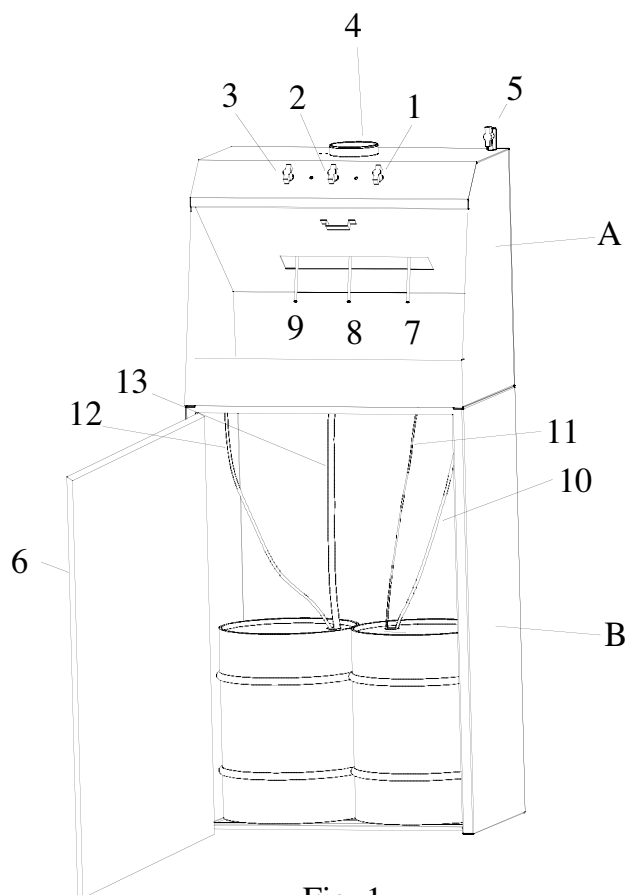

Fig. 1
E' costituita da due parti (vedi fig. a pag. 3): la camera di lavaggio (A) e la base (B), come è rappresentato schematicamente in fig. 1.